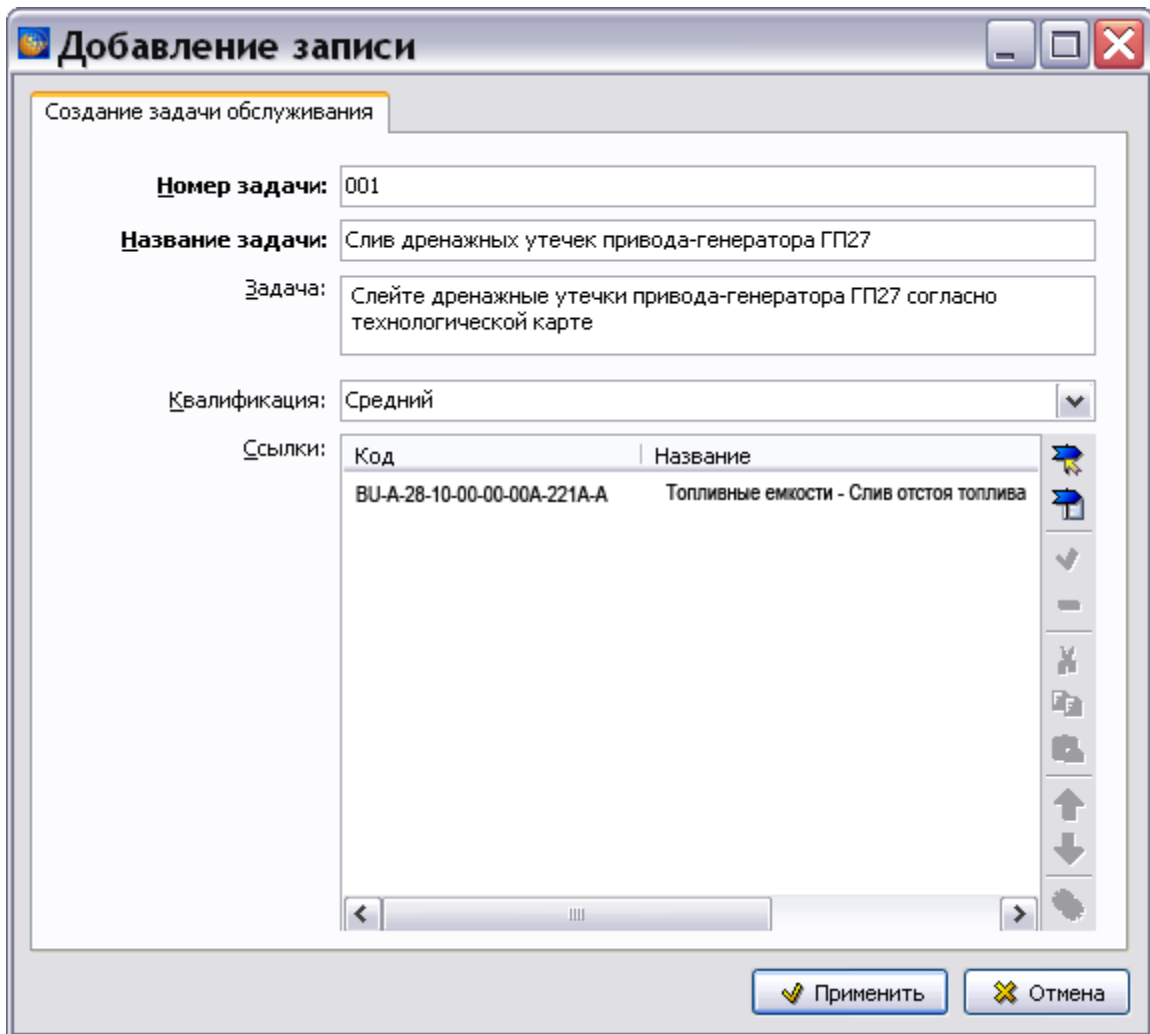

Рис. 9.95
3. Нажмите на кнопку . При этом в окне **Добавление записи** появится код и название модуля данных, на который установлена ссылка (Рис. 9.95).